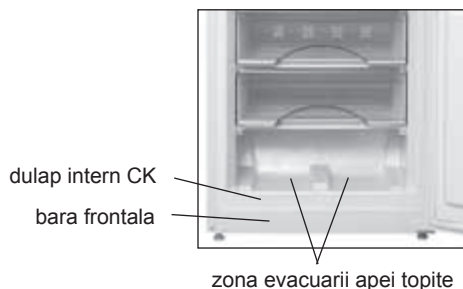

Figura 6 – Colectarea apei topite din CK
- a elimina apa topită din zona scurgerii în conformitate cu figura 6 cu o materie ce absoarbe ușor pe măsura topirii poleiului;